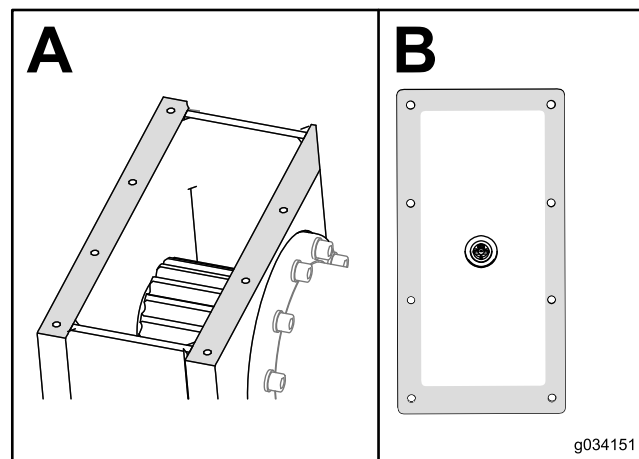

Рисунок 98
7. Очистите картер редуктора и крышку от герметика (Рисунок 98).
8. Нанесите по краю крышки новый автомобильный герметик, вулканизирующийся при комнатной температуре (RTV) (вид В на Рисунок 98).